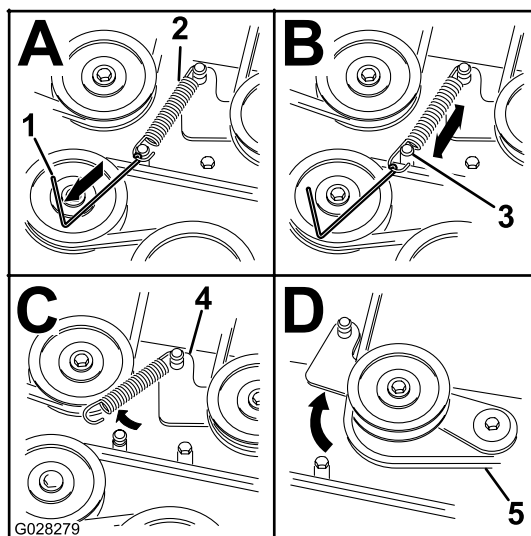

Bild 64
8. Lassen Sie die Federspannung an der gefederten Spannscheibe ab. Siehe Bild 64.
Hinweis: Verwenden Sie das Werkzeug zur Federentfernung (Toro Bestellnummer 92-5771), um die Feder aus der Mähwerkstrebe zu entfernen (Bild 64).